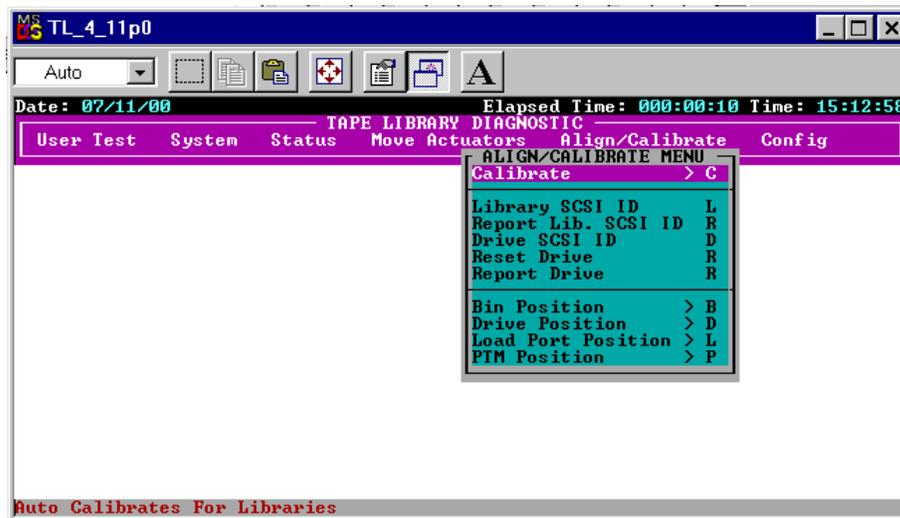

Figura 3-15. Menu Align/Calibrate
2. Dal Menu Align/Calibrate (Allineamento/Calibrazione) selezionare Calibrate (Calibra) (vedere la Figura 3-15).